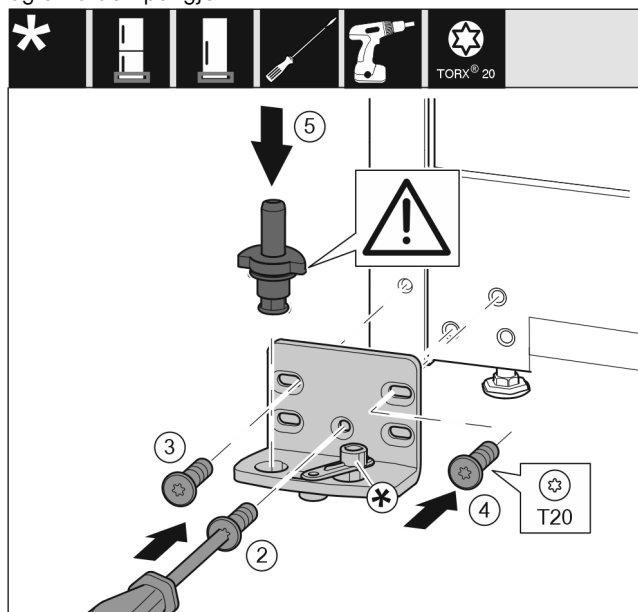

Fig. 15
- Plasser lagerblokken på den andre siden og skru den fast ved hjelp av en skrutrekker. Begynn med skruen Fig. 15 (2) nederst i midten.
- Skru fast skruen Fig. 15 (3) og skruen Fig. 15 (4).
- Sett lagerboltene Fig. 15 (5) fullstendig inn. Kontroller at låsekammen peker bakover.